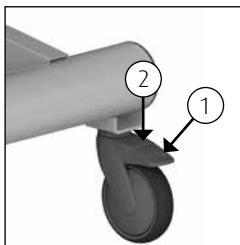

Figure 2 Frein de roue.
- Pour actionner le frein du brancard Marina, abaissez du pied la languette bleue (1) de la roue (*Cf. figure 2*).
- Pour déverrouiller le frein du brancard Marina, faites remonter la languette bleue en l'enfonçant du pied (2) (*Cf. figure 2*).